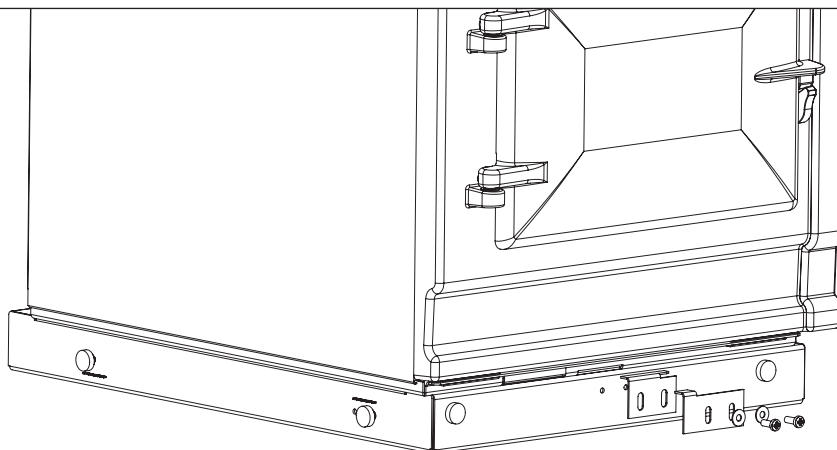
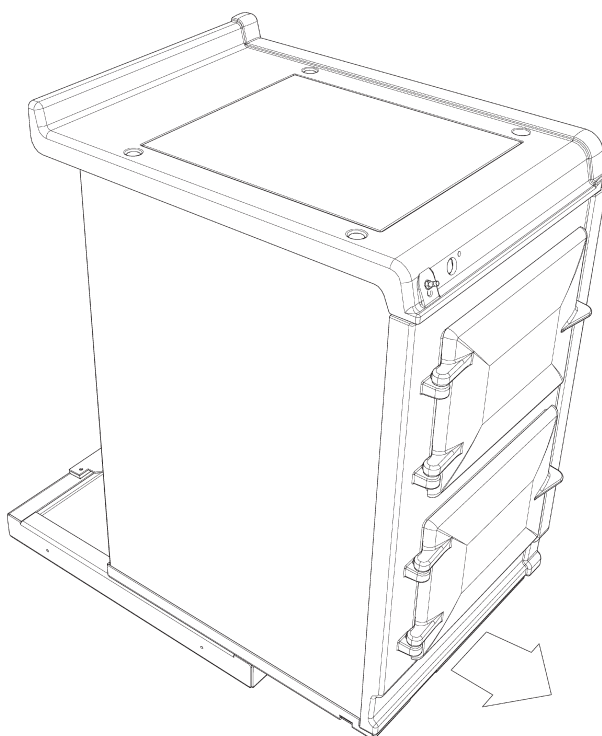

Abb.5.1
Abb.5.2
1. Lösen Sie den Wärmeschrank vom Sockel, indem Sie zwei Schrauben und die Haltelasche vom Sockel abnehmen (**Abb. 5.1**), schieben Sie den Wärmeschrank nach vorn aus der hinteren Halterung (**Abb. 5.2**).